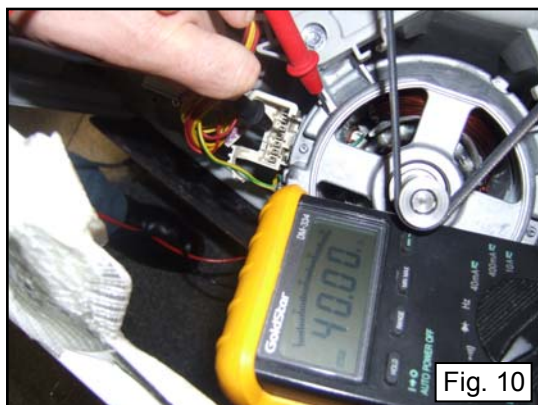

Fig. 10
- 3) Vérifiez la présence de bobinages/pièces reliées à la terre ou d'autres pièces mal isolés. Utilisez un testeur avec une capacité d'au moins 40 M Ω : entre chaque borne et le boîtier du moteur, devrait s'afficher ∞ (**fig. 10**).